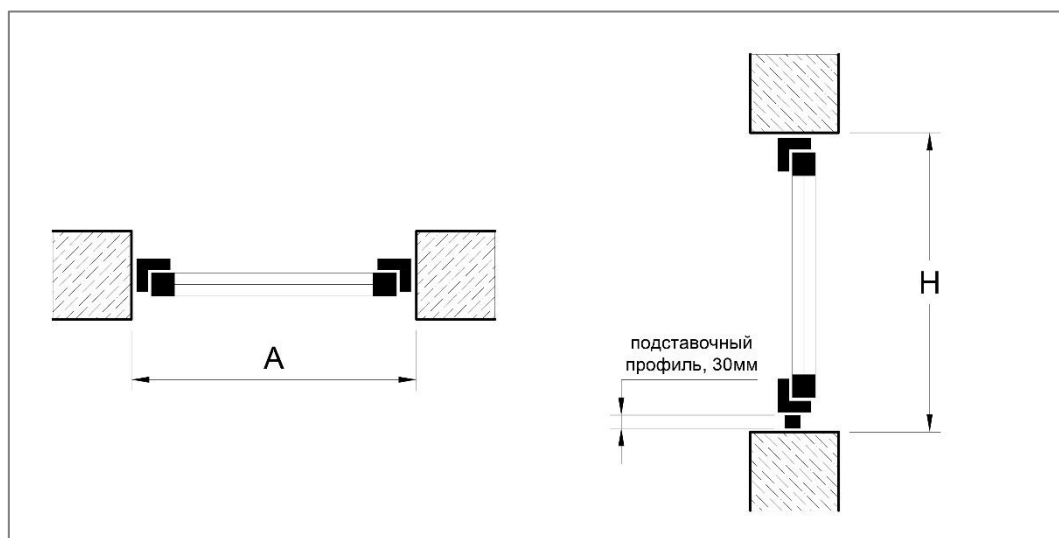

Рис. 4
3.2. Определяем габариты оконного блока (рис. 4):